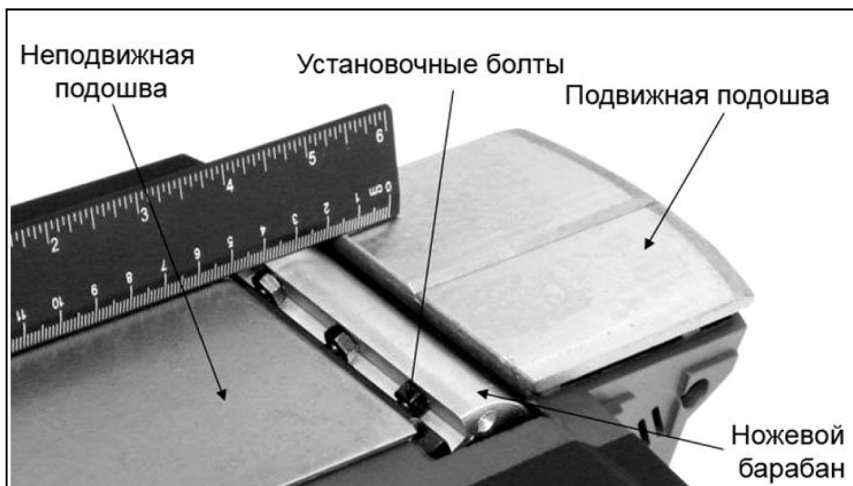

Рис. 7
- Ослабьте с помощью рожкового ключа установочные болты (Рис.7).